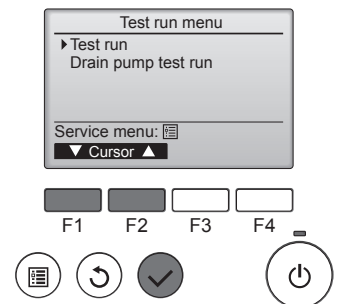

Fig. 7-2
- ② Vælg "Test run" (testkørsel) fra Test run menu (testkørselsmenu), og tryk på knappen [VÆLG]. (Fig. 7-2)
- ③ Testkørslen starter, og skærmen Test run (testkørsel) vises.